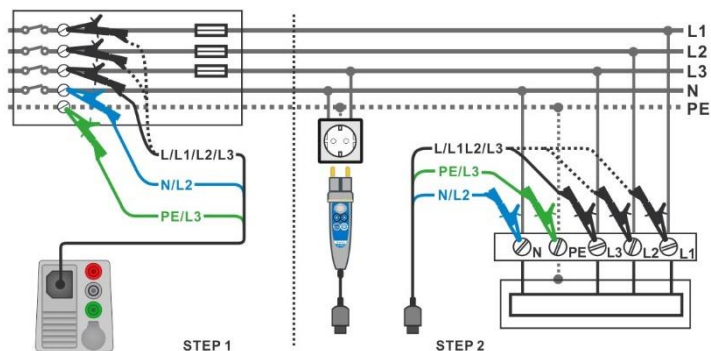

Abbildung 7.54: AUTO TT Messung
- › Schließen Sie den 3-Leiter Prüfadapter oder den Commander Prüfstecker am Prüfling an, siehe **Abbildung 7.54**.